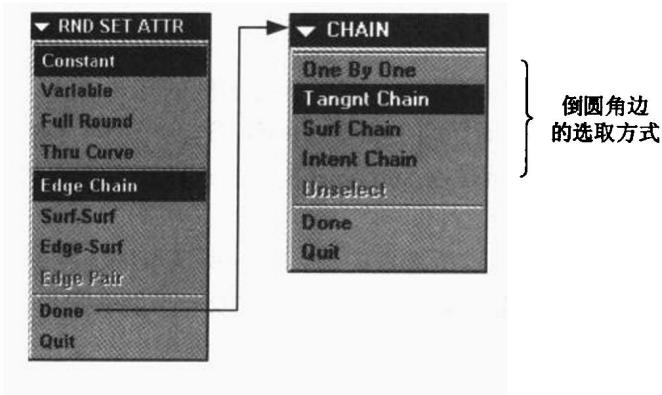

图 1.11
2. References (倒圆角边的选取方式)：边的选取方式如图 1.11 所示，常用的选取方式有下列 3 种：